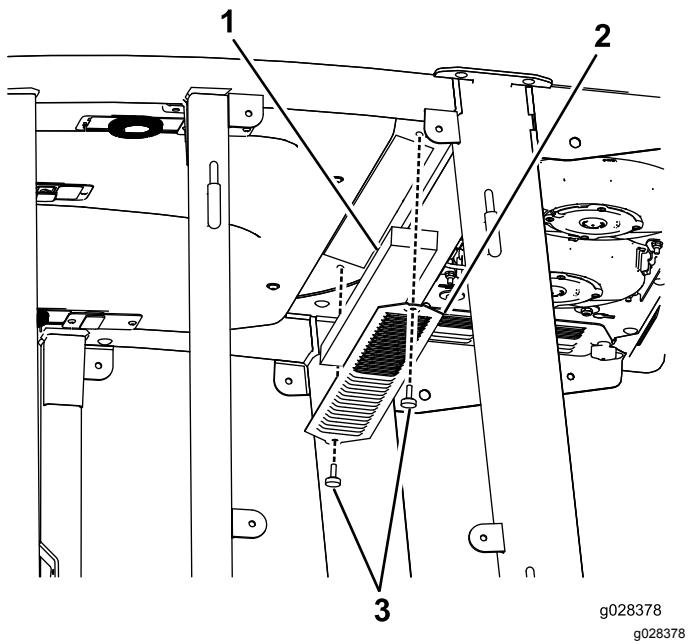
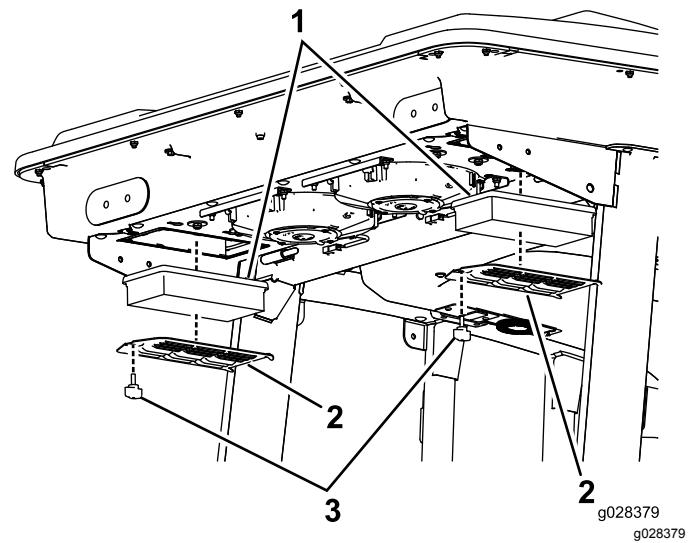
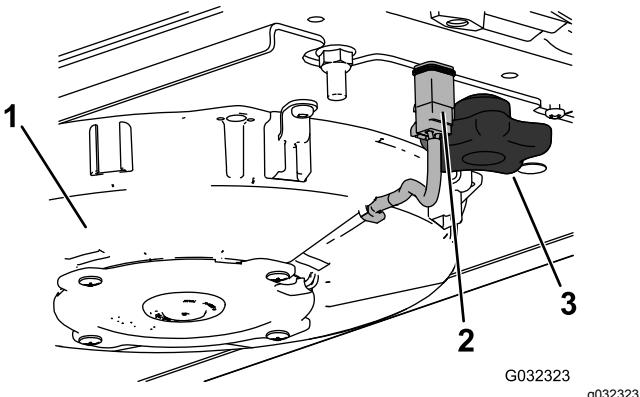
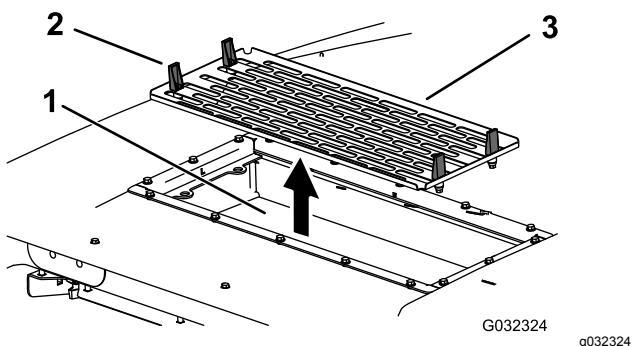

Figura 130
Figura 131
Figura 132
Figura 133
1. Remova os parafusos e as grelhas dos filtros de ar interior e traseiro da cabina (Figura 130 e Figura 131).
4. Retire os filtros de ar (Figura 131).
6. Instale os filtros de ar, painel e conjunto da ventoinha (Figura 131, Figura 132 e Figura 133).
7. Ligue o fio de cada uma das ventoinhas (Figura 132).